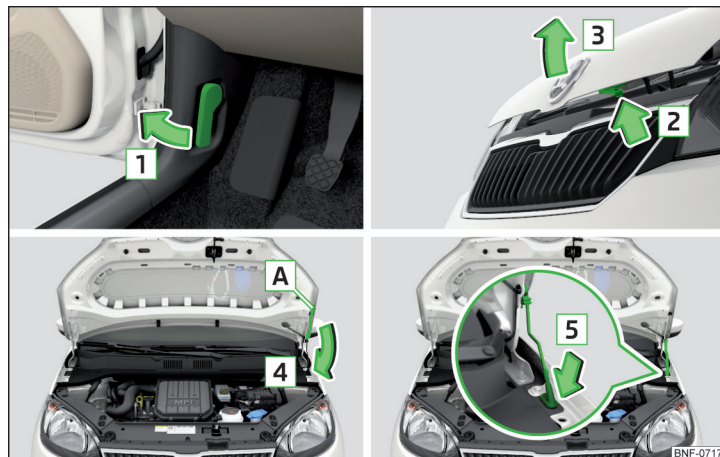

Fig. 106 Åbning af motorhjel
- Åbn fordøren, og træk i udløserarmen under instrumentpanelet i pilens retning **1** » Fig. 106.